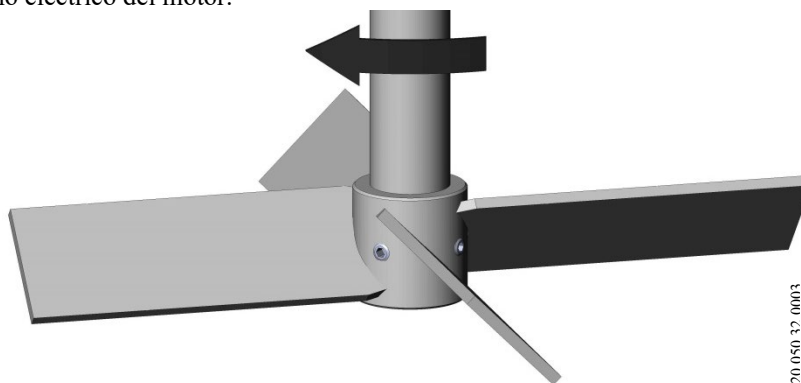

Figura 6.1
- Verificar que el sentido de giro de la hélice es correcto (sentido de giro horario visto desde el lado del accionamiento). Ver figura 6.1.